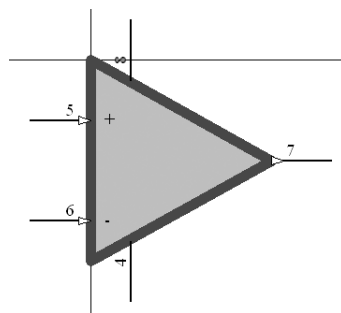

图 11-19 改变引脚序号
4) 单击“原理图库标准”工具栏中的  (粘贴) 按钮, 将复制的子部件原理图符号粘贴在“Part B”中, 并改变引脚序号: 7 引脚为输出端“OUT2”, 6、5 引脚为输入端“IN2(-)”、“IN2(+)”, 8、4 引脚仍为公共的电源引脚“VCC+”、“VCC-”, 如图 11-19 所示。